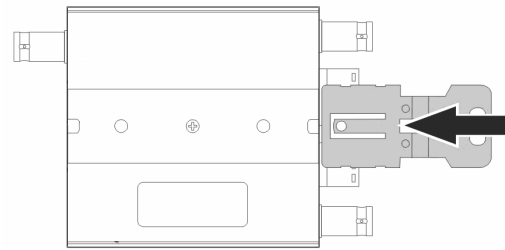

Рис.2.1 Монтаж крепления
- Совместите съемный крепежный элемент с салазками на оборотной стороне устройства (рис.2.1);